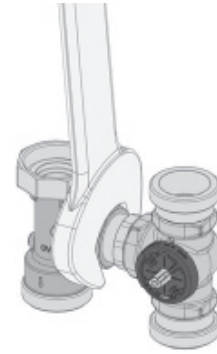

Рис. 15
1. Отвинтить накладную гайку на байпасе с помощью ключа SW52 (рис. 15).